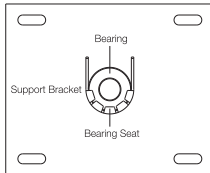

Imagen 3 (Soporte y asiento de cojinete)
3. Diagrama de la estructura de la placa Lateral con el Soporte y el Rol (Imagen 3)